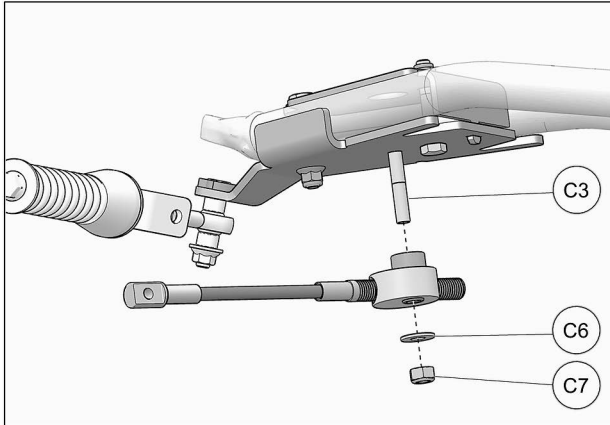

Fig. 29
18. Glisser le disque en aluminium du limiteur de conduite sur le boulon (C3). Utiliser la rondelle (C6) et l'écrou (C7) pour fixer le limiteur de conduite en place. Serrer l'écrou à un couple de 50 Nm [37 lb•pi]. Fig. 29